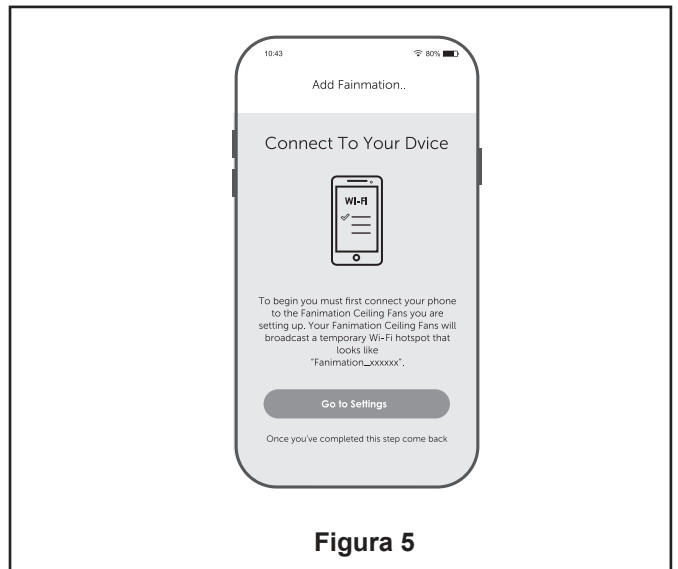

Figura 5
5. Instale las pila de 3V en el transmisor del mando a distancia. Mientras el ventilador esté apagado. (Figura 5)
5. En este paso, el receptor WiFi de su ventilador de techo debe estar instalado y dentro del rango de su router WiFi. Con la App abierta, seleccione “añadir dispositivo”. (Figura 5)